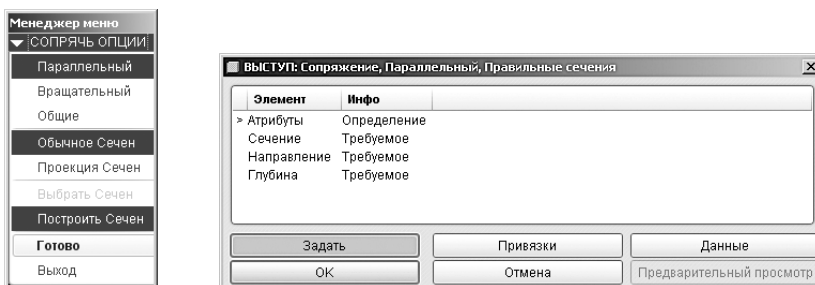
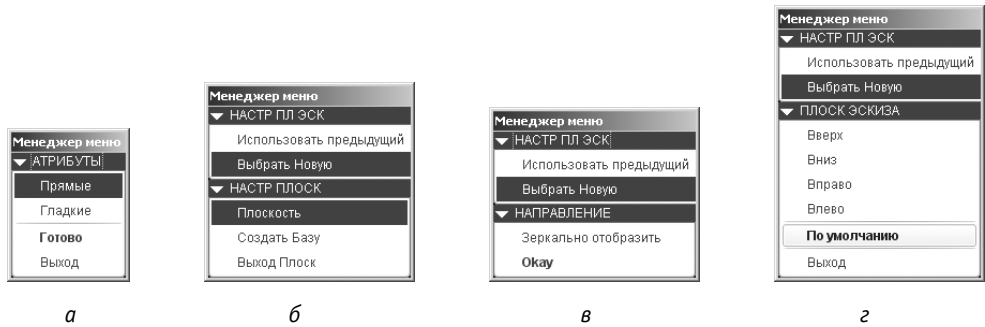
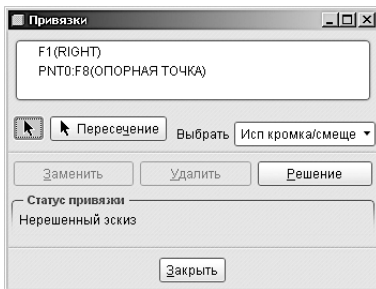

Рис. 16.132. Менеджер меню (а) и окно задания параметров операции Выступ (б)
Рис. 16.133. Вид Менеджера меню на этапах определения атрибутов выступа и плоскости эскиза задания сечений перемычки
Рис. 16.134. Окно привязок плоскости DTM3 формирования сечений выступа
3. Создание перемычки выполняется методом сопряжения. Для этого выберите в главном меню Вставить ► Сопряжение ► Выступ. Откроется окно Менеджер меню (рис. 16.132, а), в котором следует выбрать пункт Готово, согласившись на опции, установленные в нем по умолчанию. После этого система выведет окно задания параметров операции выступа (рис. 16.132, б), Менеджер меню изменит свой вид (рис. 16.133, а) в соответствии с требованиями задания параметров. Опять целесообразно согласиться с установкой по умолчанию и выбрать строку Готово.
В очередном открывшемся Менеджере меню (рис. 16.133, б) система просит выбрать плоскость для создания эскизов сечений формируемого выступа. В качестве такой плоскости следует указать DTM3, нажать **Окay** (рис. 16.133, в) и сориентировать плоскость эскиза По умолчанию (рис. 16.133, г). После этого необходимо выбрать в дереве модели привязки для создаваемого сечения плоскость **Right** и точку **PNT0** и закрыть окно привязок (рис. 16.134). При этом система переходит в режим эскиза (рис. 16.135), в котором можно формировать нужные сечения выступа (см. рис. 16.126).
и создать контур второго сечения (рис. 16.136, б). Порядок обхода контуров и положение начальных точек у обоих контуров должны быть идентичными, что обеспечивается с помощью контекстного меню. На этом создание сечений может быть завершено , и с помощью очередного Менеджера меню операции следует выбрать метод задания глубины выступа (на заданную величину), нажать Готово и в окне задания ввести его величину 63 мм и нажать кнопку . Далее можно посмотреть результат выполнения операции, нажав на кнопку Предварительный просмотр в окне задания параметров операции выступа (см. рис. 16.132, б). Убедившись, что операция выполнена корректно (рис. 16.137), следует ее завершить, нажав кнопку ОК.